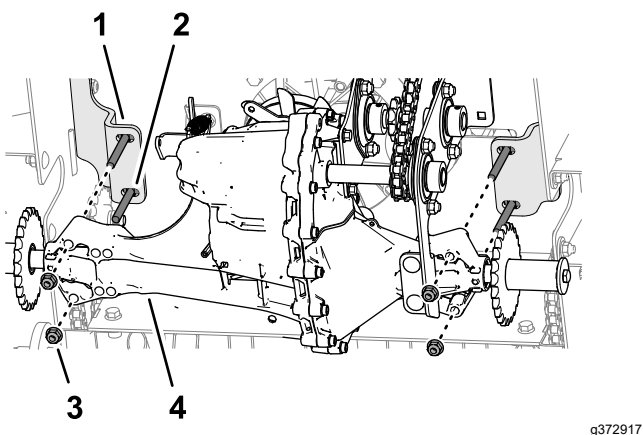

Figura 56
7. Sostenga el transeje, retire las 4 contratuercas con arandela prensada (5/16") que sujetan el transeje al soporte del eje, y baje el transeje con cuidado al suelo (**Figura 56**).